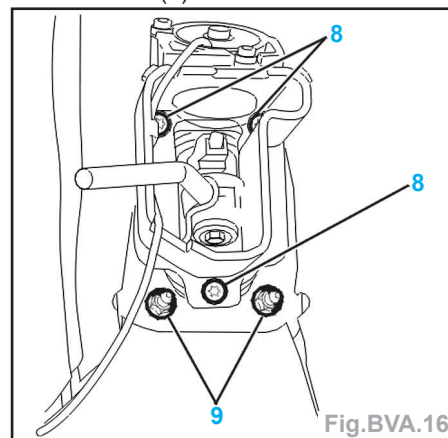

Fig. BVA.16
- Déposer (Fig. BVA.16) :
- les vis (8),
- les écrous (9).